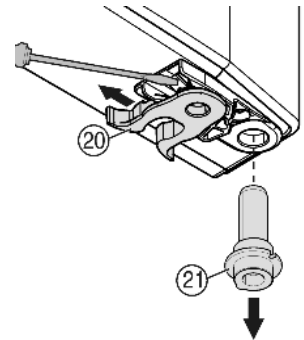

Fig. 10
- ▶ Veerklem *Fig. 10 (20)* verplaatsen: Sluitnok omlaag drukken, veerklem eroverheen en eraf trekken.
- ▶ Lagerbout *Fig. 10 (21)* uit de deurbus nemen en samen met het plaatje aan de tegenoverliggende kant aanbrengen. De sluitnok moet naar de binnenkant van de deur wijzen, de kerf naar de buitenkant.
- ▶ Deur aan de onderkant vastzetten en de lagerbout *Fig. 10 (21)* in de lagerbus aanbrengen. Evt. de lagerbout draaien om deze te laten vastklikken.